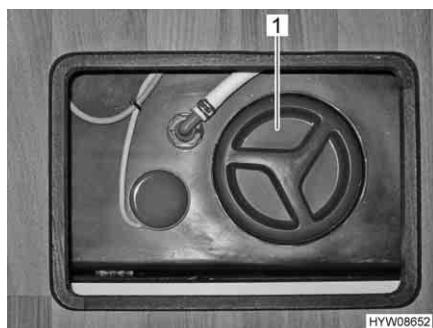

Fig. 174 Apertura per la pulizia
**Ubicazione** Il serbatoio delle acque grigie si trova nel gradino del letto in coda (Fig. 174). All'apertura per la pulizia si accede dallo sportello del pavimento.
- A questo scopo aprire l'apertura per la pulizia (Fig. 174,1) per il serbatoio delle acque grigie e il rubinetto di scarico.